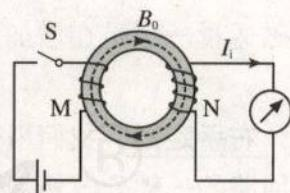

图4.3-3 判断线圈N中的电流方向
**例题1** 法拉第最初发现电磁感应现象的实验如图4.3-3所示。软铁环上绕有M、N两个线圈，当M线圈电路中的开关断开的瞬间，线圈N中的感应电流沿什么方向？